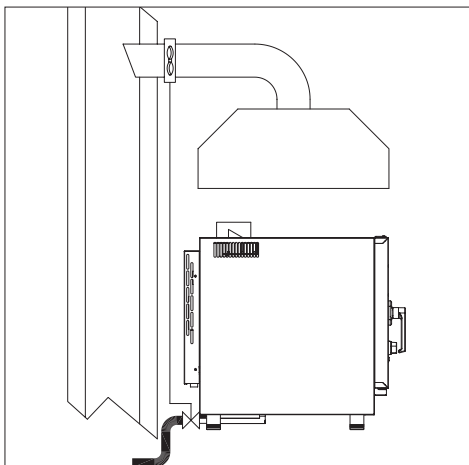

fig. 13
- d) a readmissão de gases no aparelho deve poder ser feita apenas manualmente (fig. 13).